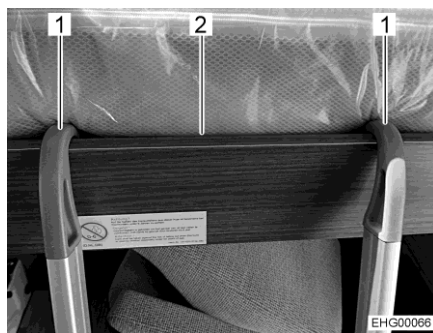

Fig. 103 Escalera de ascenso (cama elevada)
- Enganchar la escalera de ascenso con las dos horquillas (Fig. 103,1) en el marco de la cama (Fig. 103,2) en la cama elevada. Al enganchar, prestar atención a que las horquillas tengan contacto con los dispositivos de fijación dispuestos en el interior. Con ello, se excluye el desplazamiento lateral de la escalera de ascenso.
- Desenganchar la escalera de ascenso (Fig. 103,1).